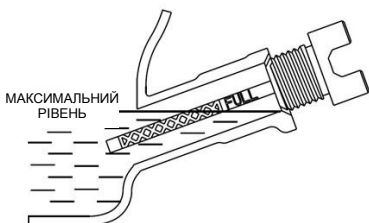

Рисунок 4-2. Безпечний робочий діапазон
4. Щоб перевірити рівень масла, вставте шуп у маслозаливну горловину, не закручуючи його. Див. Рисунок 4-2.
- Щоб перевірити рівень масла, зніміть ліжку та вставте щуп у маслозаливну горловину, не закручуючи його. Див. Рисунок 4-2.